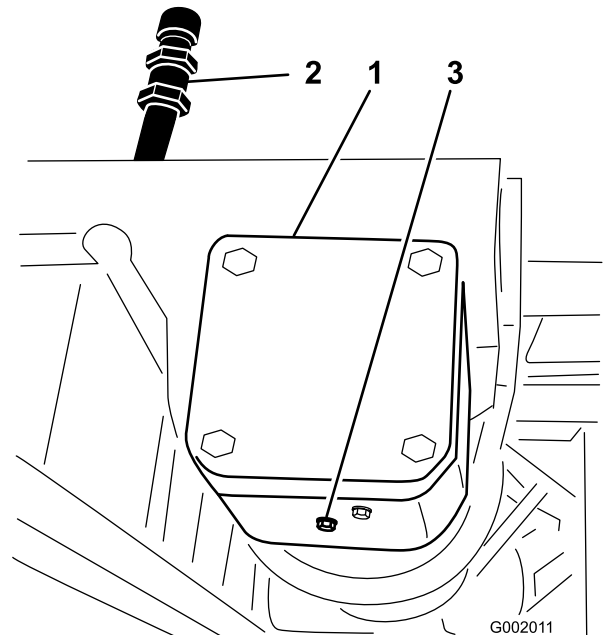

Figura 71
2. Coloque un recipiente debajo del tapón de vaciado de la caja de engranajes de la transmisión de la bomba (Figura 71).
3. Retire el tapón de llenado y el tapón de vaciado (Figura 71) y deje fluir el aceite al recipiente.